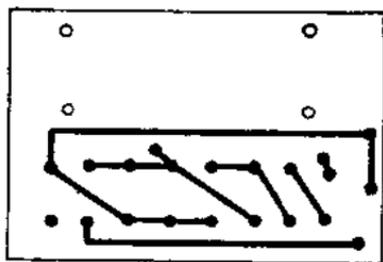

图 2
(2) 找一块  $40 \times 50$  (毫米)2 的胶木板，按图 2 所示的电路板